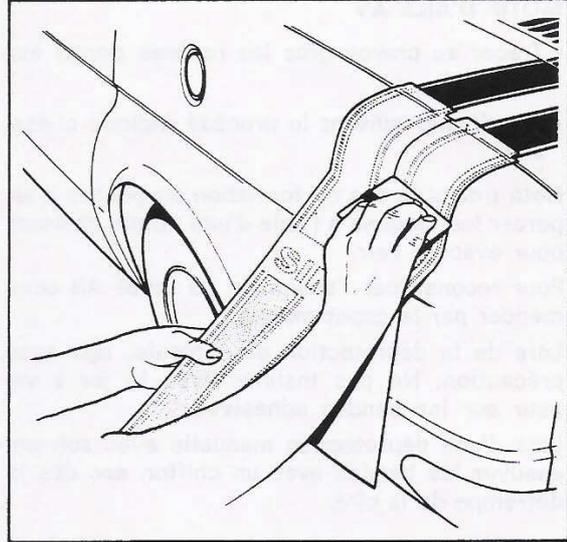

Fig. 9
- Progressivement en partant du haut de l'aile, commencer le lissage sur chaque bande noire (fig. 9).